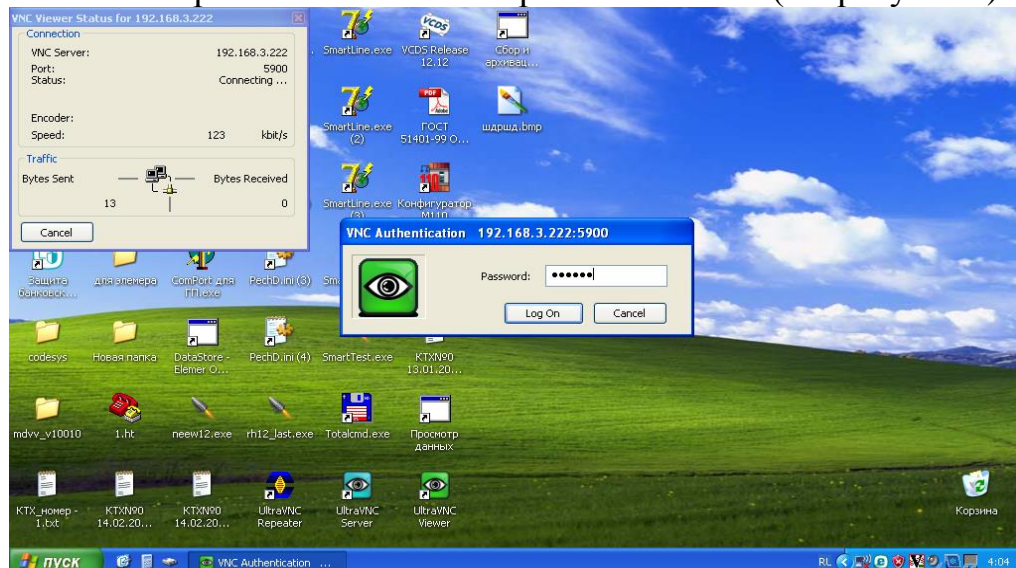

Рисунок 5 – Аутентификация клиента VNC
11. В окне программы нажать кнопку «Connect». В случае правильной настройки контроллера и маршрутизатора сети, в которую включено изделие, на компьютере появится окно с требованием ввести пароль – «111111» (см. рисунок 5).